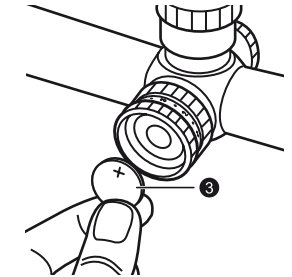

Рис. 3-2
- ② Вставьте одну литиевую батарею напряжением 3 В ❸ в отсек таким образом, чтобы положительный контакт батареи (+) был направлен вверх (Рис. 3-2).
- ③ Установите крышку на место и поверните ее по часовой стрелке с помощью открывающего устройства для крышки батарейного отсека до полного затягивания.